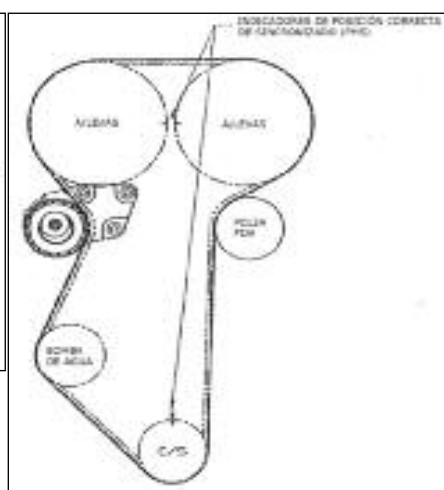

Figura 4: Disposición de la correa
7. Instale una nueva correa de distribución con cuidado de engranar los dientes correspondientes de las poleas según la disposición de la transmisión (Figura 4) comenzando con el cigüeñal y trabajando en sentido antihorario.
Compruebe la alineación PMS del cigüeñal y del árbol de levas, Figura 4. Si la alineación de las poleas está dentro de los parámetros, la instalación está completa.